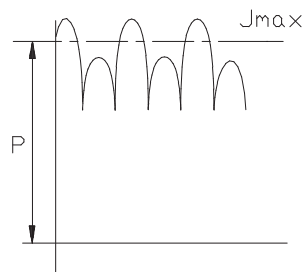

Bild2
- unzulässige Einstellung      Bild 2